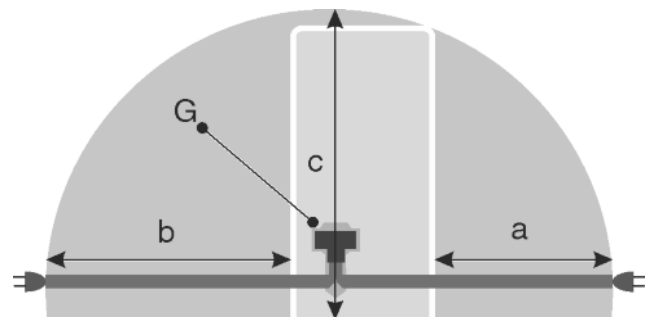

Fig. 29
- Розетка находится вне зоны задней стенки в данной зоне. Fig. 29 (a, b, c)
- ▶ Штекер устройства Fig. 29 (G) подсоединить с задней стороны устройства. Следить за правильной фиксацией.